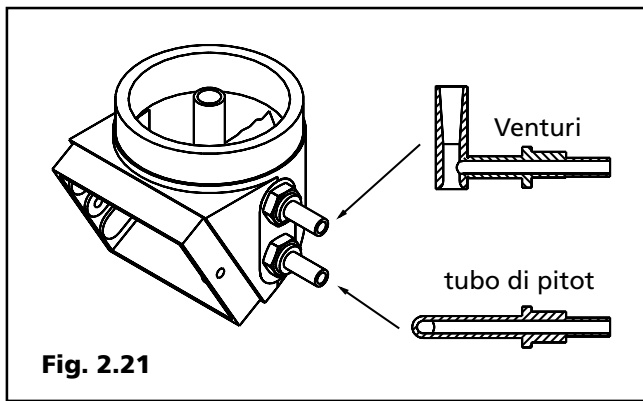

Fig. 2.21
2.15 Venturi e tubo di pitot (Fig. 2.21)